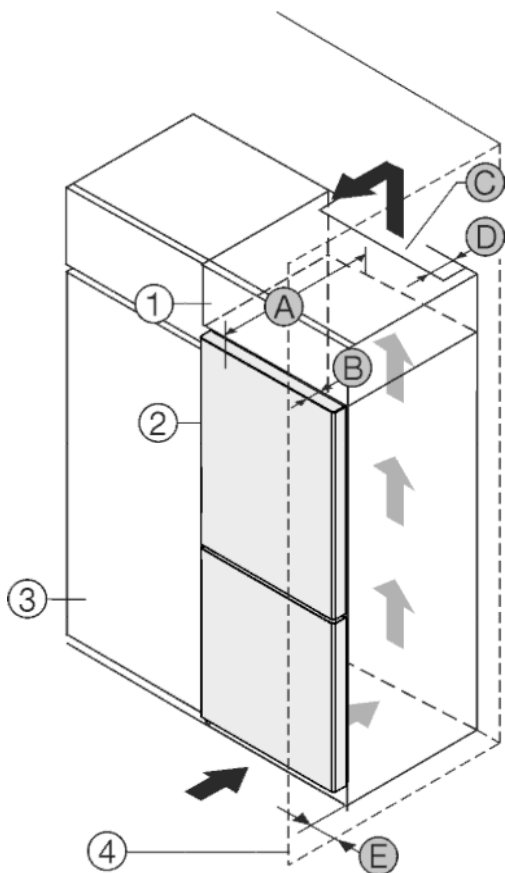

Fig. 47
Spotřebič lze zabudovat do kuchyňských skříní. K vyrovnání spotřebiče Fig. 47 (2) na výšku kuchyňské linky lze na přístroj nasadit nástavec Fig. 47 (1).
Spotřebič lze instalovat přímo vedle kuchyňské skříňky Fig. 47 (3). Aby bylo možné dvířka plně otevřít, musí spotřebič přesahovat o hloubku Fig. 47 (B) vůči přední linii kuchyňské skříňky. V závislosti na hloubce kuchyňských linek a použití vymeřovačů odstupů od stěny může spotřebič vyčnívat dále.
- Na zadní straně skříňky nástavce musí být větrací šachta hluboká alespoň hloubku Fig. 47 (D) mm přes celou šířku nástavce skříňky.
- Pod stropem místnosti musí být dodržen ventilační průřez Fig. 47 (C).
Pokud je spotřebič se závěsy instalován vedle stěny Fig. 47 (4), musí být dodržena vzdálenost Fig. 47 (E) mezi spotřebičem a stěnou.